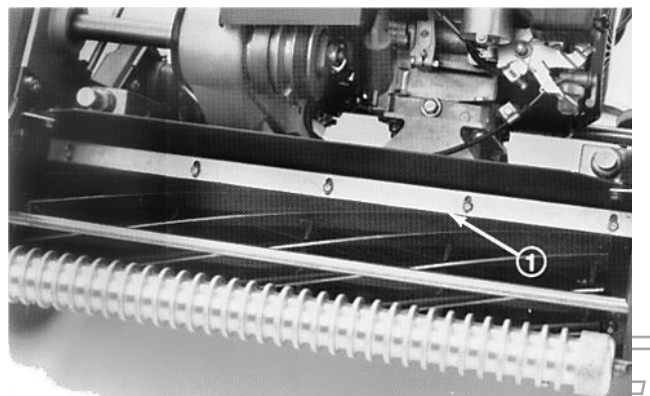

Fig. 10
1. Løsn skruerne, der fastholder topstangen (Fig. 10) på klippeenheden. Stik et 1,5 mm søgerblad ind mellem toppen af knivcylinderen og stangen, hvorefter skruerne strammes. Sørg for, at afstanden mellem stangen og knivcylinderen er ens i hele knivcylinderens bredde.